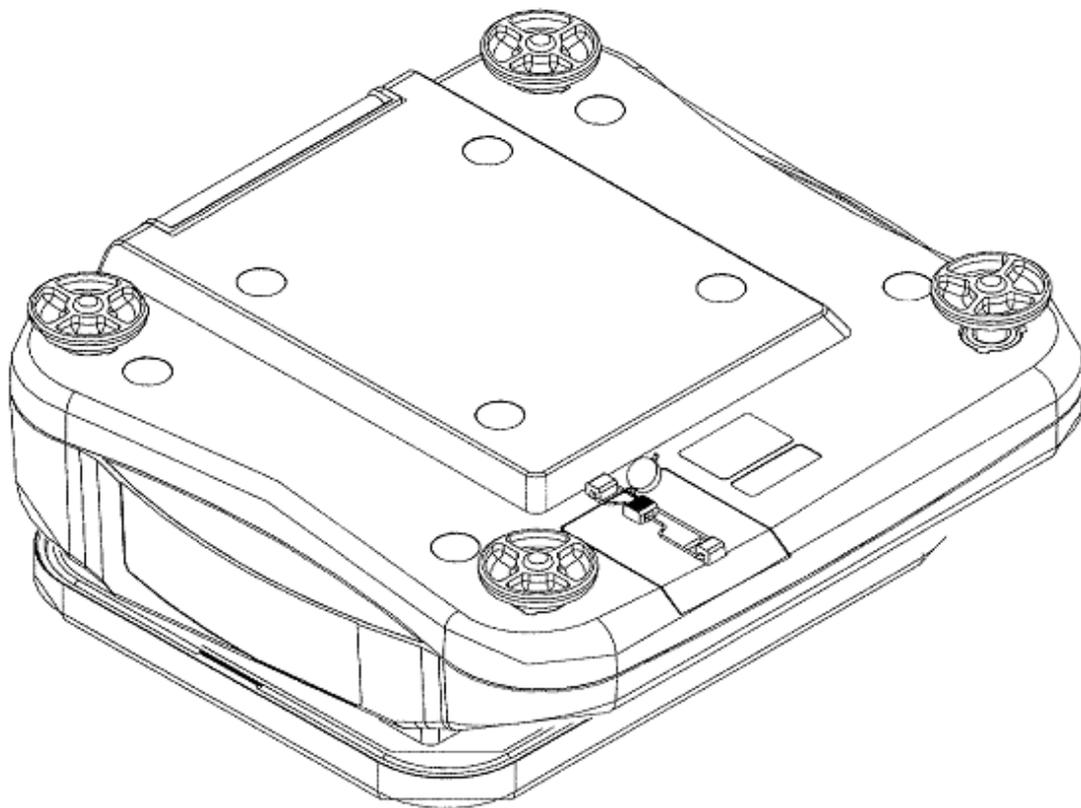

Abb. 4 Verplombungsskizze
Eine verdrahtete Bleiplombe schützt die beiden Zugangsstellen auf der Geräteunterseite und verhindert den Zugang zur Wägezelle, zur Hauptplatine und zum Eichschalter (siehe Abbildung 4).
- Abb. 4 Verplombungsskizze